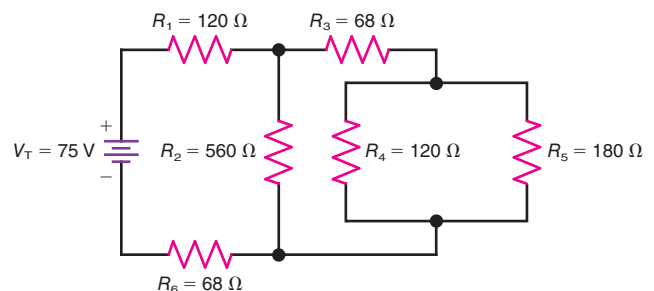

Figure 7-25
7.12 In Fig. 7-25, solve for R_T , I_T , V_1 , V_2 , V_3 , V_4 , V_5 , V_6 , I_1 , I_2 , I_3 , I_4 , I_5 , and I_6 .